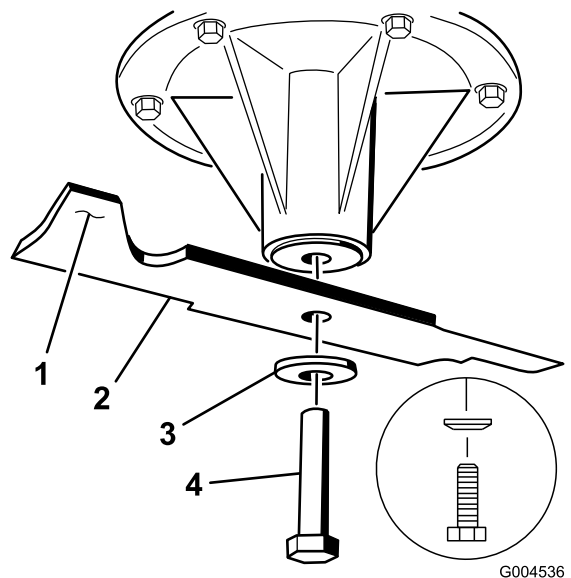
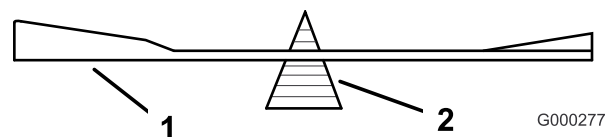

Figure 62
Figure 65
2. Pour les tabliers de coupe de 40 et 48 pouces, enlevez le boulon de lame, la rondelle bombée et la lame de l'axe de pivot (Figure 62).
1. Placez la lame sur l'axe (Figure 62).
Important: Pour obtenir une coupe correcte, la partie relevée de la lame doit être tournée vers le haut et dirigée vers l'intérieur du carter de tondeuse (Figure 62).
2. Sur les tabliers de coupe de 40 et 48 pouces, montez la lame, la rondelle bombée et le boulon de lame (Figure 62).
2. Vérifiez l'équilibre de la lame en la plaçant sur un équilibreur (Figure 65). Si la lame reste horizontale, elle est équilibrée et peut être utilisée. Si la lame est déséquilibrée, limez un peu l'extrémité de la partie relevée seulement (Figure 62). Répétez la procédure jusqu'à ce que la lame soit équilibrée.